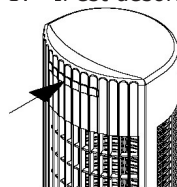

Fig. 1
1. Pousser la télécommande dans le ventilateur (fig. 1).